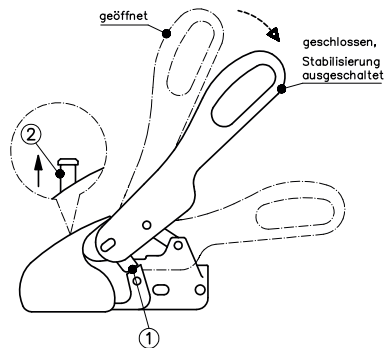

Bild 4:
Zum Rangieren des Anhängers nehmen Sie bitte die am Anhänger angebrachten Haltegrif-fe anstatt den Bedienungshebel der WS 3000/WS 3500. Die geöffnete Zugkugelpkupplung wird auf die Kupplungskugel des Zugfahrzeuges gesetzt. (Bild 4) Durch die Stützzlast und eine evtl. zusätzliche Belastung der Deichsel schließt die Zugkugelpkupplung automatisch, und die seitlichen Sicherungslaschen (1) stehen parallel gegenüber der Sicherungsflächen am Gehäuse. (Bild 4) Befindet sich die Kupplungskugel im Kupplungsgehäuse, ist der grüne Stift der Kontrollanzeige (2) sichtbar. (Bild 4)
Bei längerem Nichtgebrauch sollte der Anhänger mit geschlossener Zugkugelpkupplung abgestellt werden, hierzu den geöffneten Bedienungshebel (Bild 4) anheben, gleichzeitig die Kugelpfanne (bewegliches Element - Bild 9) nach vorne ziehen oder den **SAFETY BALL** in den Kugelraum drücken und den Bedienungshebel langsam schließen.